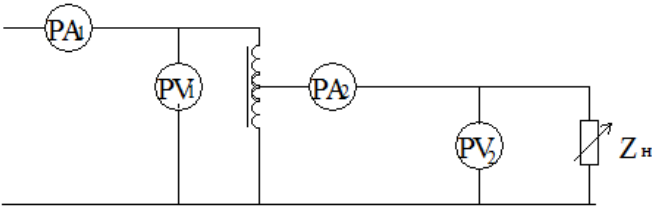

Рис. 4 Схема для испытания автотрансформатора
2. Выполнить опыт холостого хода и короткого замыкания с использованием схемы, представленной на рис. 4 и определить пределы регулирования по напряжению и току.